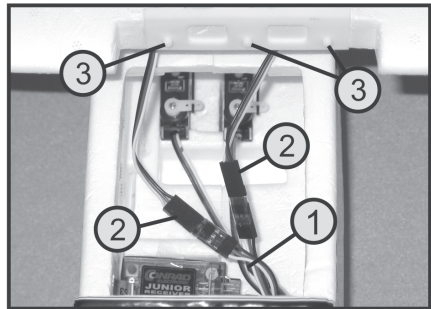

Bild 8
- Setzen Sie die drei Kunststoffzapfen des Tragflächenhalters (siehe Bild 8, Pos. 3) passgenau in die Aussparungen des Gegenstücks an der Cockpitoberkante (1) ein.